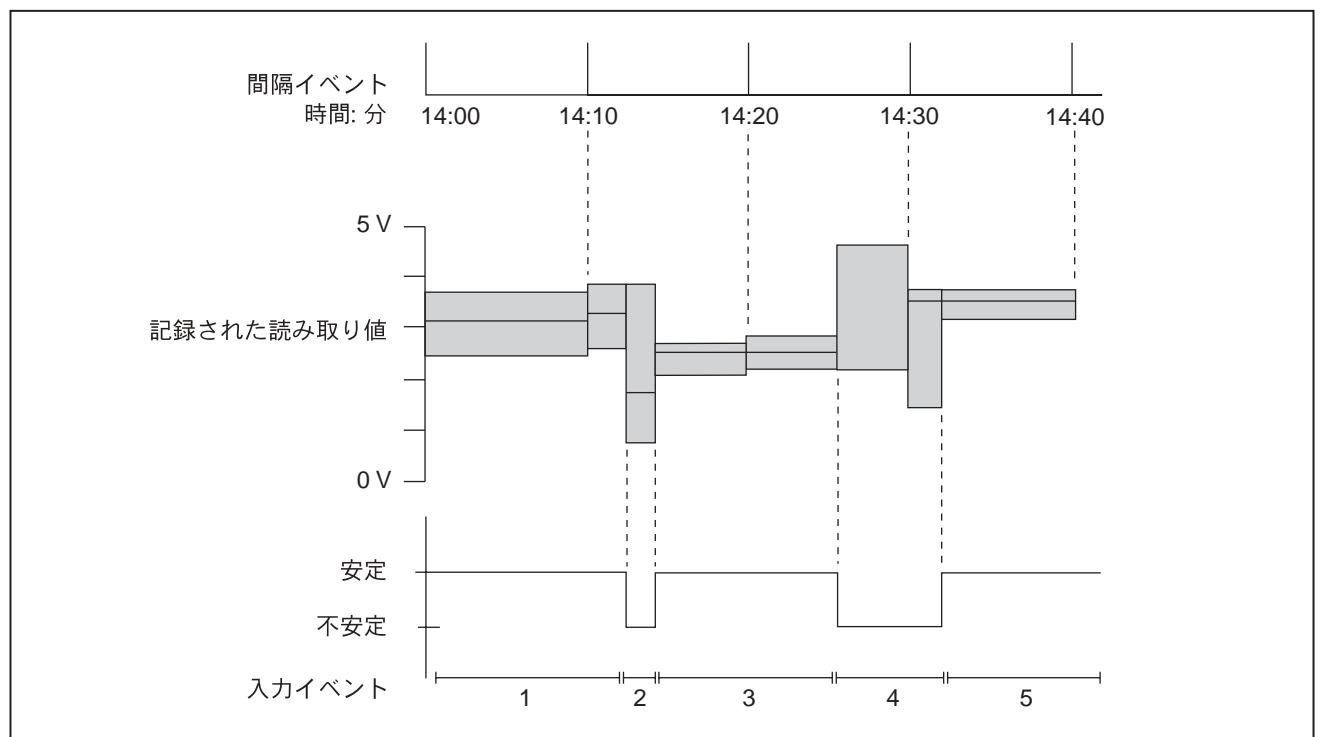

図 2. 間隔イベントおよび入力イベント
入力イベントは安定または不安定なイベントとして解釈されます。安定した入力イベントとは、ユーザーが定義した設定内に収まる読み取り値です。不安定な入力イベントとは、ユーザーが定義した設定外にある読み取り値です。図 2 を参照してください。
- **間隔イベント**は、ユーザーが定義した記録間隔ごとに記録されます。間隔イベントは、時間間隔で区切られた一連の読み取り値と考えることができます。図 2 を参照してください。